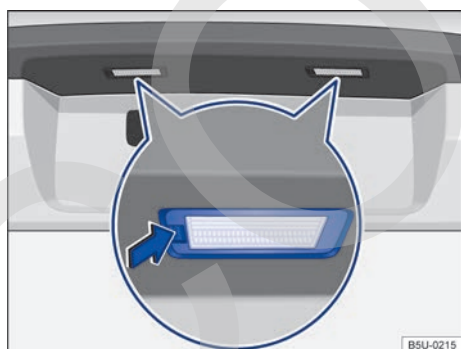

Fig. 154 En el parachoques trasero: desmontar la luz de la placa de licencia.
2. Con el auxilio de una llave con hendiduras, presionar la traba → fig. 154 para remover el conjunto.